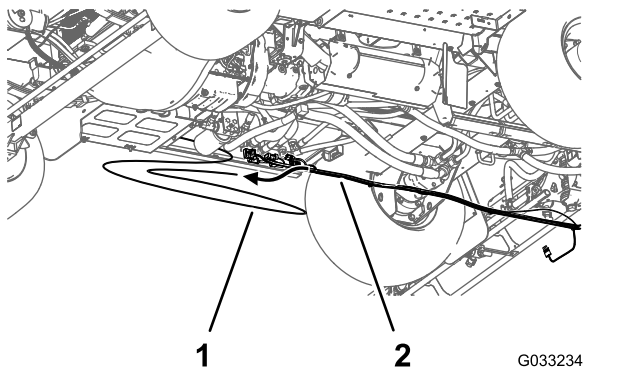

Figura 29
8. Retire el tubo del sensor de presión del indicador del panel de instrumentos del arnés de cables trasero de la máquina (Figura 29).